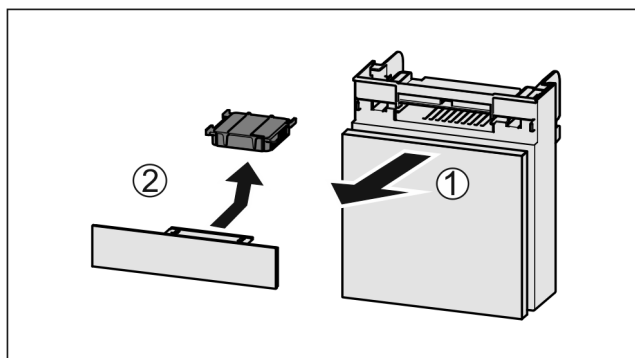

Fig. 177
- Zásuvku vytáhněte dopředu Fig. 177 (1).
- Filtr s aktivním uhlím vyjměte Fig. 177 (2).